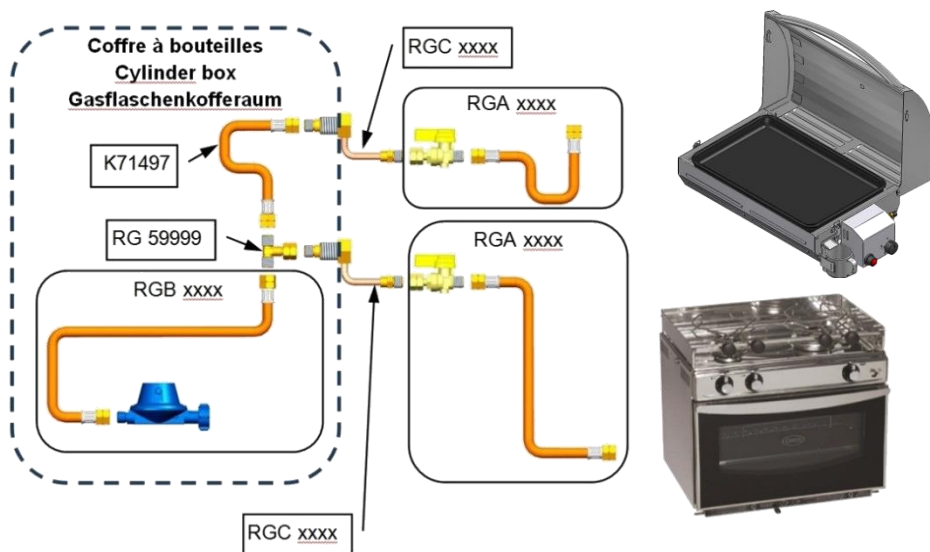

FIG. 1
**NOTA:** Il peut-être fourni en option un kit de raccordement gaz "ENOQUIP" (FIG. 1)